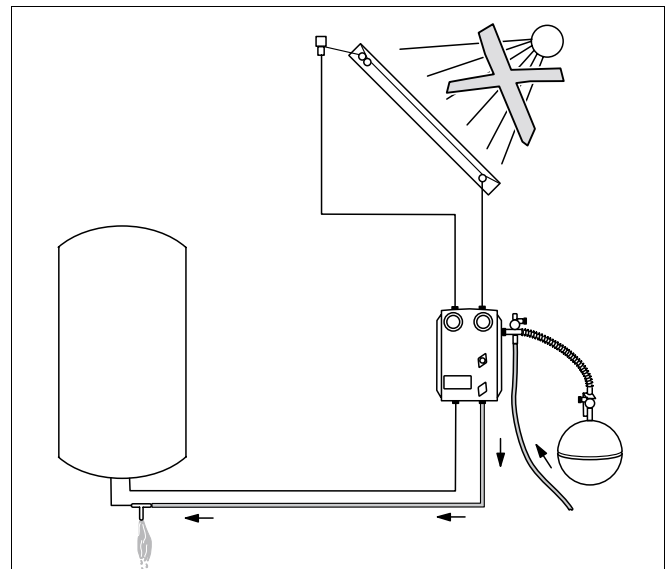

Fig. 21 Lavar o sistema parcial direito
- Lave o sistema parcial direito com água canalizada (Fig. 21). Para o efeito, certifique-se de que a pressão da instalação não é ultrapassada.